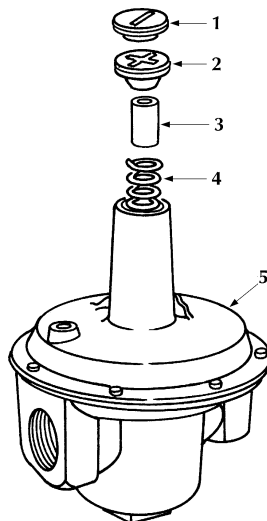

Рис. 9
- Электроды грязны или неправильно расположены (см. рис. 9).